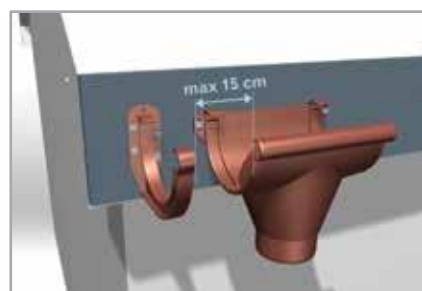

Fig. 3
- 1.8 Bij de uitlaat, aansluiting en hoek moeten de beugels maximaal 15 cm worden geïnstalleerd (Fig. 3)